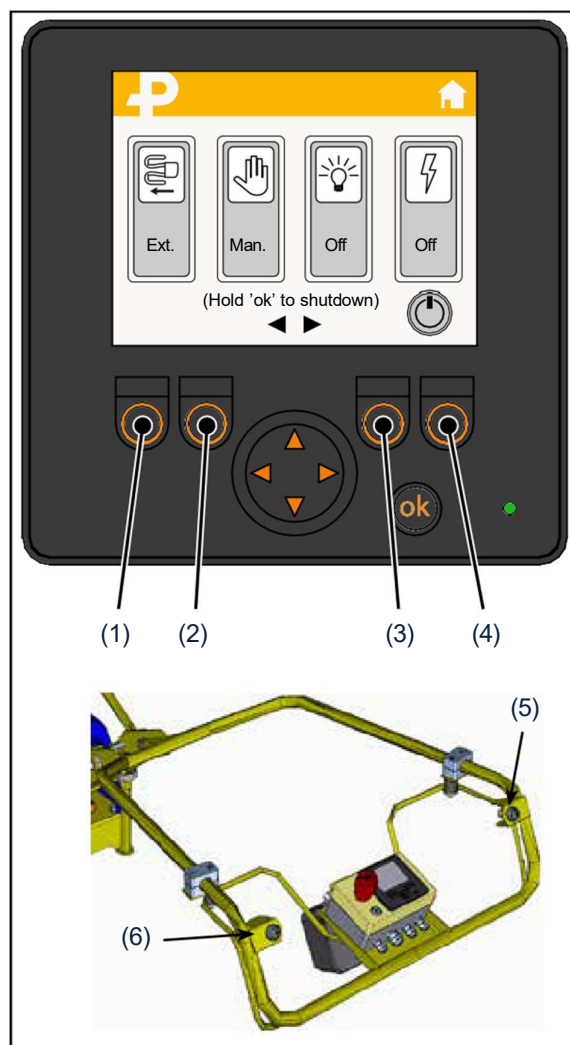

Fig 33.
5.2.1 Clippage manuel (Fig 33)
5.2.2 Déclippage manuel (Fig 33)
5.2.3 Clippage automatique (Fig 33)
3. Déverrouillez l'Unité de puissance de l'outil de travail en tournant/tirant la trappe (Pos. 1, Fig 33) puis faites glisser l'Unité de puissance vers l'arrière.